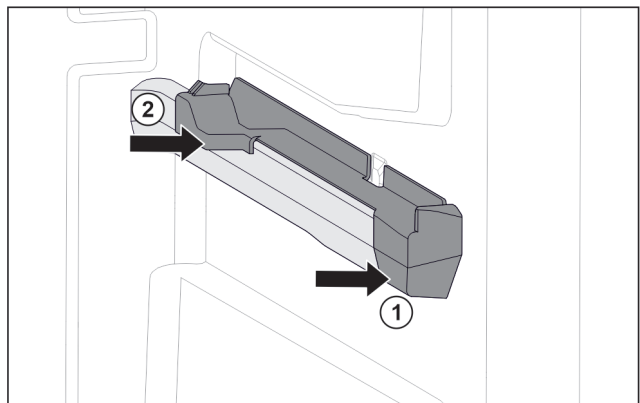

Fig. 85 Pieza de acoplamiento en la nervadura para recipientes derecha
- Coloque la pieza de acoplamiento delante en la nervadura para recipientes. Fig. 85 (1)
- Presione la pieza de acoplamiento por detrás. Fig. 85 (2)